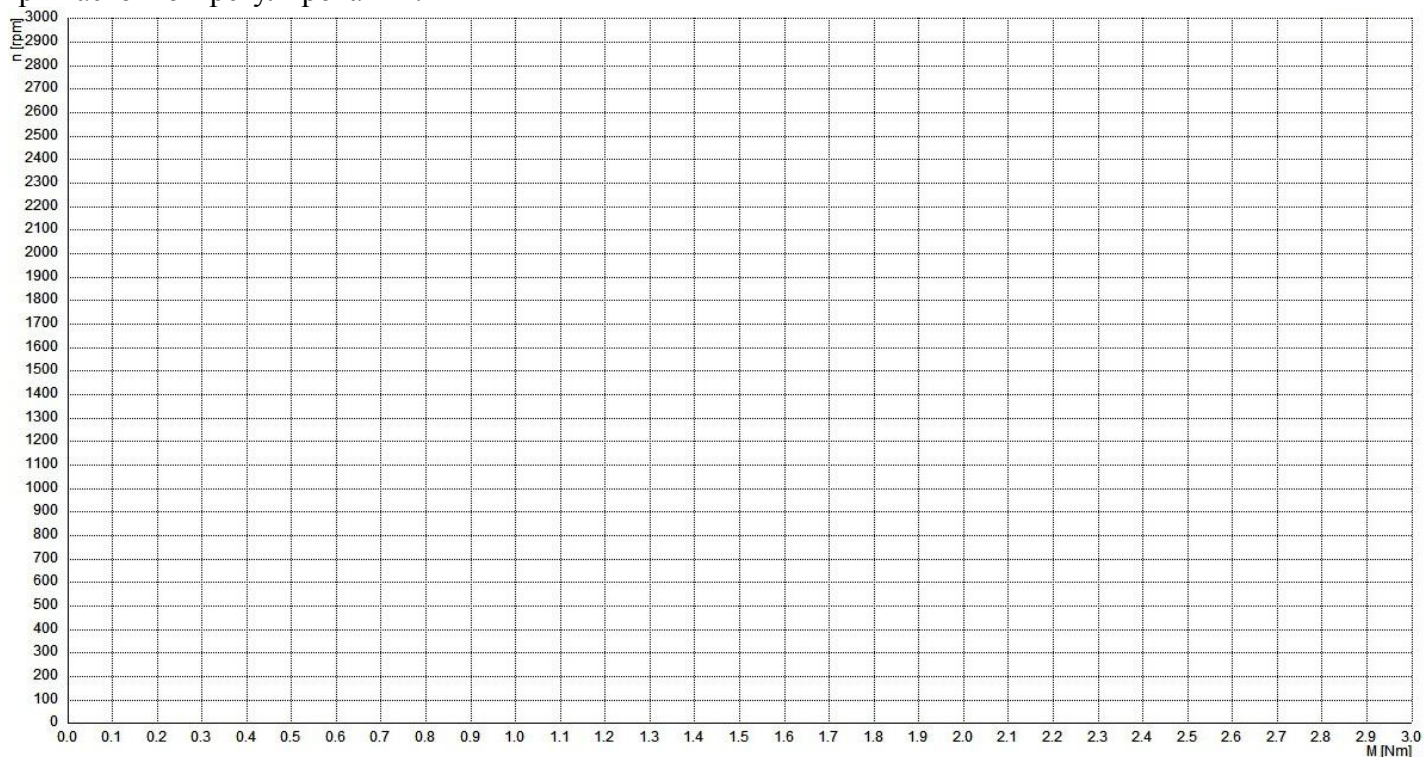

Рис. 5. Механические характеристики при частотном регулировании.
4. Используя текстовые файлы папки «Отчет» постройте на рис. 5 механические характеристики при частотном регулировании.